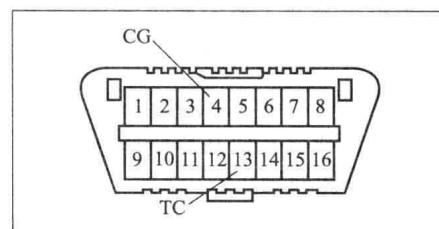

图2-1 DLC3端子
④ 不使用智能检测仪时：
a. 使用SST，连接DLC3端子13(TC)和4(CG)，见图2-1。